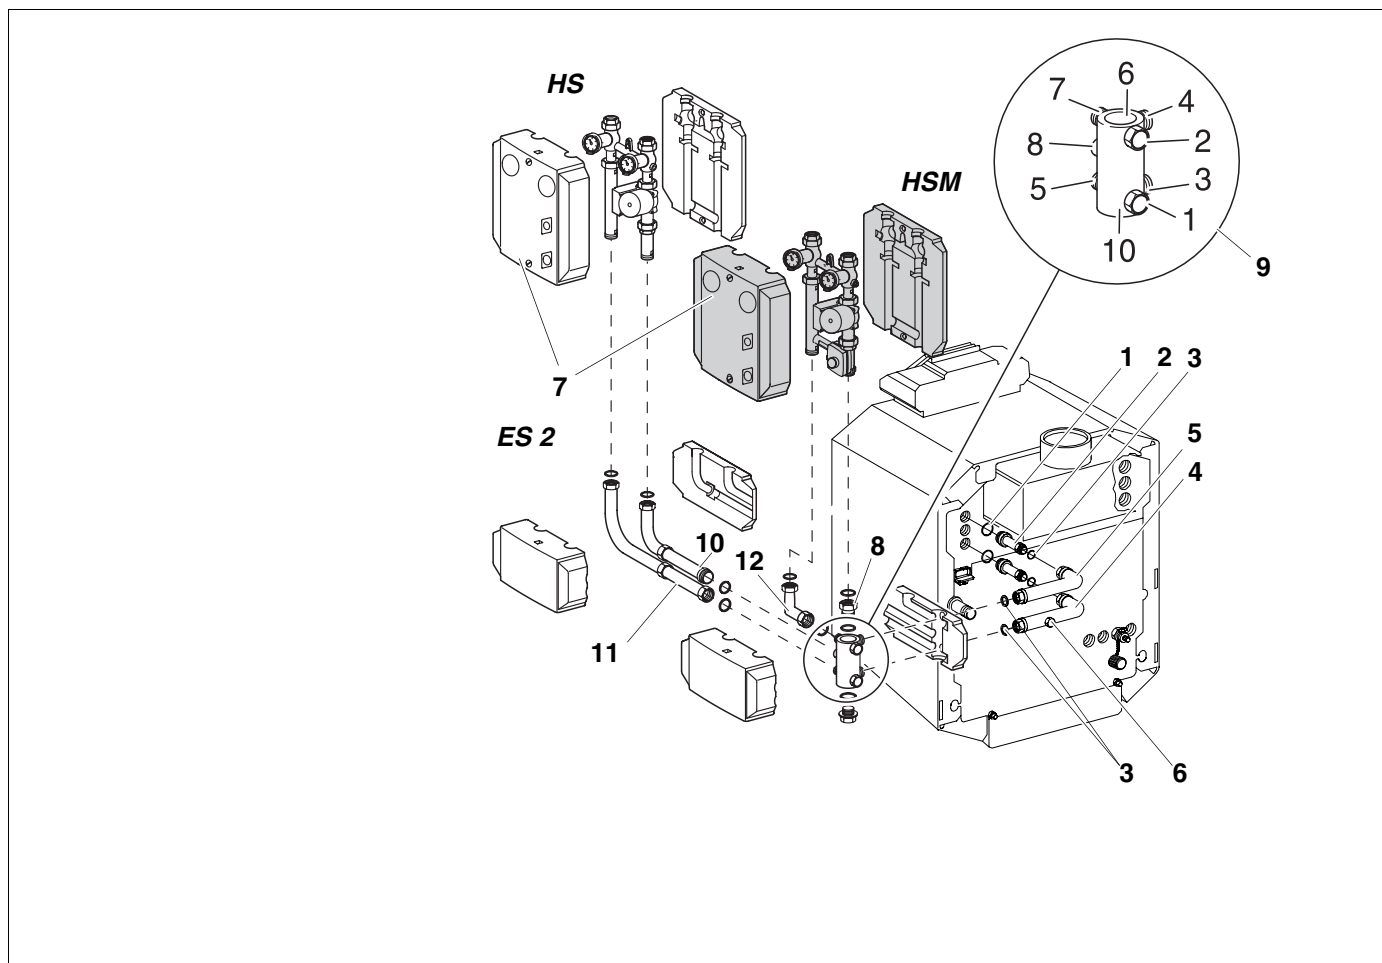

Fig. 11 Montaggio parallelo laterale a destra
Legenda per fig. 11
I numeri degli attacchi del collettore di distribuzione montato devono assolutamente corrispondere ai numeri riportati in fig. 11, altrimenti gli attacchi della mandata e del ritorno della caldaia non coincideranno con quelli del circuito di riscaldamento!
- Nel tubo di ritorno (4) inserire una guarnizione (3) nel dado di raccordo. Avvitare senza stringere il tubo di ritorno al tronchetto filettato.
- Inserire le guarnizioni (3) nei filetti dei segmenti orizzontali dei tubi (mandata e ritorno).
- Avvitare il tubo di mandata (5) all'uscita n. 4 del collettore di distribuzione (9).
- Avvitare il tubo di ritorno (4) all'uscita n. 3 del collettore di distribuzione..
- Avvitare l'adattatore (8) dall'alto all'uscita n. 6 del collettore di distribuzione.
- Inserire la guarnizione (3) nel raccordo filettato ad angolo (12) ed avvitarlo con il lato lungo all'uscita n. 7 del collettore di distribuzione.
- Inserire le guarnizioni (3) nell'adattatore (8) e nel raccordo filettato ad angolo (12).
- Avvitare il set circuito di riscaldamento con o senza miscelatore (HSM o HS) secondo quanto indicato in fig. 11.